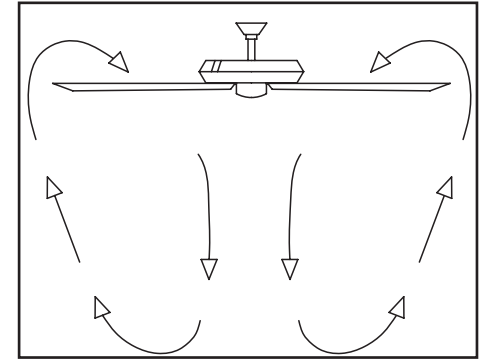

Figura 16
2. La mayoría de los problemas de oscilación del ventilador se deben a que las aspas no están a un mismo nivel. Verifica este nivel seleccionando un punto en el techo sobre la punta de una de las aspas. Mide desde un punto en el centro de cada aspa a un punto en el techo. Mide esta distancia como se muestra en la Figura 16. Rota el ventilador hasta que se posicione la siguiente aspa para su medición. Repite para cada aspa. Las mediciones deben estar dentro de 1/8". Enciende el ventilador por 10 minutos.
Clima cálido - (Hacia adelante) Un flujo de aire hacia abajo crea un efecto refrescante como se muestra en la Figura 16. Esto te permite fijar tu aire acondicionado en una configuración más alta sin afectar tu comodidad.